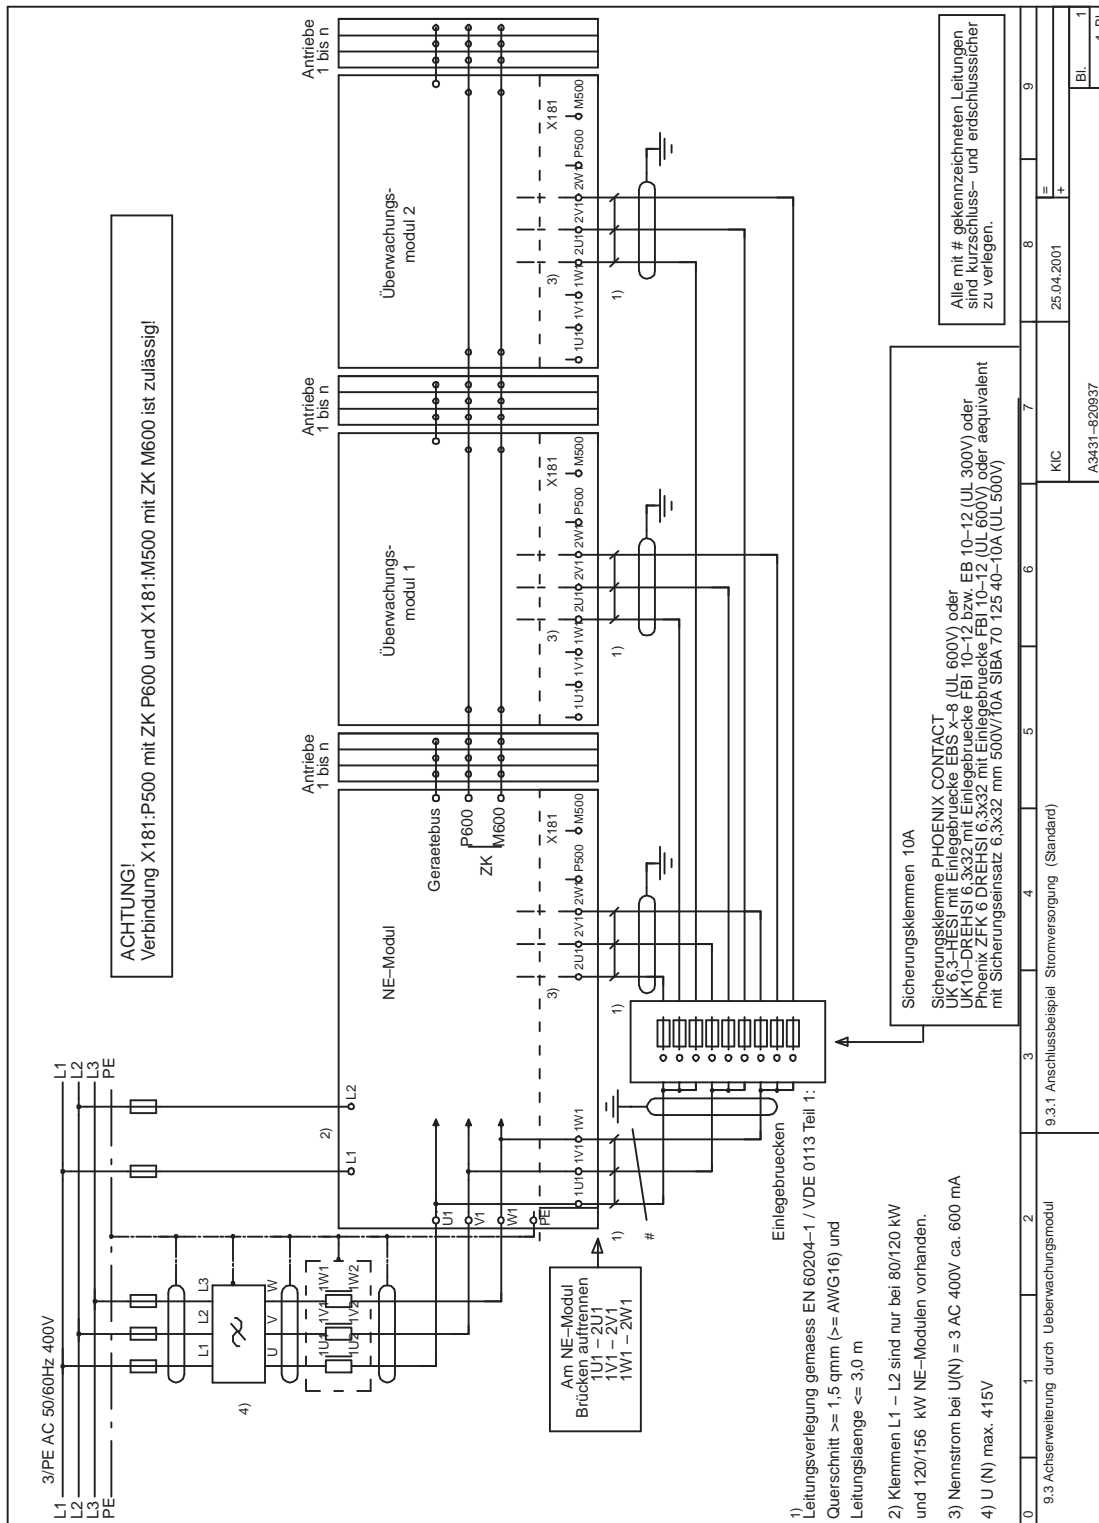

Bild 8-4 Anschlussbeispiel Stromversorgung (Standard)
- Anschlussbeispiel Stromversorgung (Standard) —> siehe Bild 8-4.